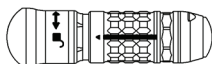

Figura 1
de cojinete del accesorio de mínimo acceso y MA-D20-G1. Utilice el SDCB para los casquillos de cojinete del accesorio de mínimo acceso y MA-D20-G1. Si el accesorio tiene un manguito de liberación (figura 1), mueva el manguito y cepille el área expuesta.
- Manipule cualquier pieza móvil como los manguitos de liberación (figura 1).